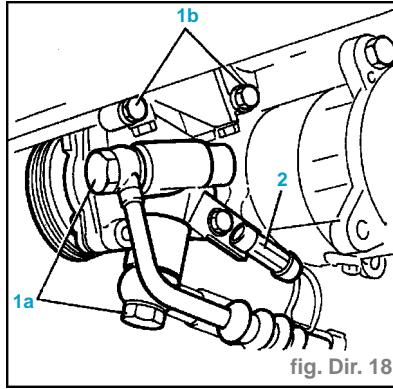

fig. Dir. 18
- Enlever les deux raccords d'envoi/retour de la pompe (1a), un raccord est dévissé du côté supérieur du véhicule tandis que le deuxième du côté inférieur ; dévisser les vis de fixation (1b) de la pompe au monobloc (fig. Dir. 18).